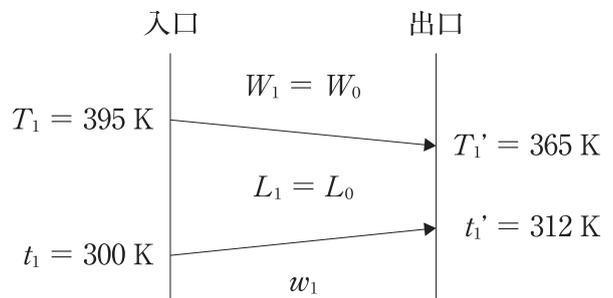

図2 夏季の運転条件
(1) 総括伝熱係数  $U [\text{W/(m}^2\cdot\text{K)}]$ （内管平均径基準）を求めよ。
(2) 図2に示すように、夏季には冷却水入口温度が  $300 \text{ K}$  へ上昇した。冷却水出口温度を平均温度差一定として  $312 \text{ K}$  に設定した場合、必要な冷却水の流量は通常の運転条件の何倍となるかを求めよ。